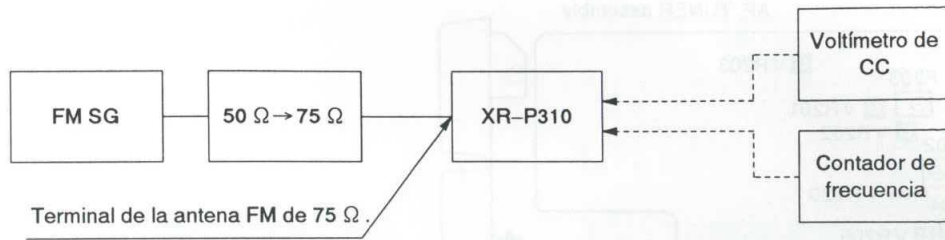

Fig. 8-1. Diagrama de Conexión Para el Ajuste de FM
- Conecte como lo indica la Fig. 8-1.